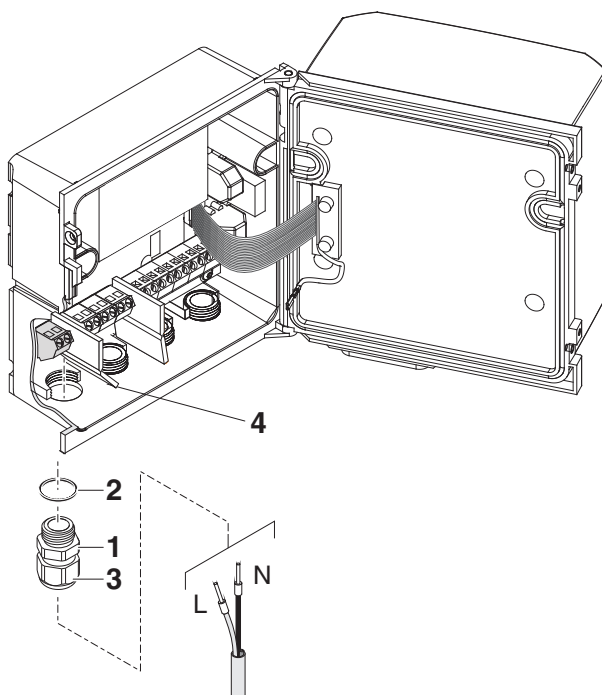

Fig. 3-18 Inserción de líneas
- 2 Enrosque un casquillo prensacables (pos. 1 en la Fig. 3-18) con anillo de estanqueidad (pos. 2) en la carcasa debajo de las respectivas conexiones.
- 3 Afloje el anillo de acoplamiento (pos. 3).
- 6 Apriete el anillo de acoplamiento (pos. 3).